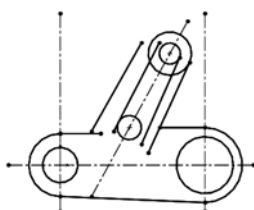

图 2-127 绘制直线
⑥ 单击“草图”工具栏中的“直线”按钮，弹出“插入线条”属性管理器，绘制直线，如图 2-127 所示。